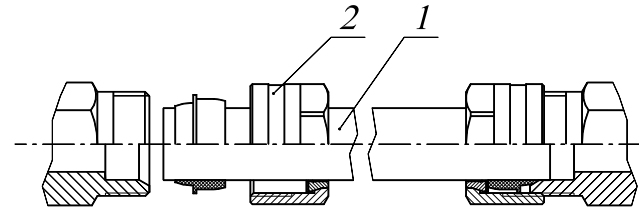

Рис.6. Соединение нагревательных элементов конвектора.
- 5.4. При помощи медных труб 18×1 и обжимных фитингов из комплекта монтажных частей, соединить нагревательные элементы секций (рис.6). Для этого необходимо через отверстие в корпусе вставить трубки в патрубки нагревательных элементов, закрутить гайки рукой до упора, после этого гаечным ключом завернуть гайки на $1\frac{1}{4}$ оборота.